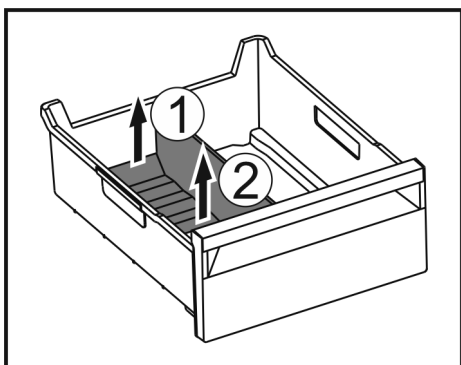

Fig. 78
- Zvedněte zadní část přepážky přihrádky na led. Fig. 78 (1)
- Přepážku přihrádky na led vyjměte nahoru. Fig. 78 (2)